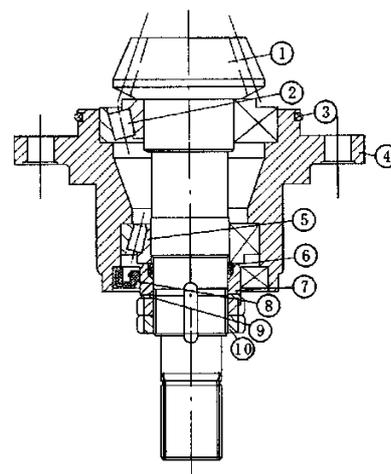

Рис. 6 – 18. Крепление подшипника ведущей конической шестерни передней центральной передачи
Крепление опорного подшипника ведущей конической шестерни передней центральной передач (Рис. 6 — 18) : Необходимо регулировать зазор по оси между подшипниками 7208 (2) и 2007107© в рамке 0.06 ~0.10мм. , при регулировке подшипник не должен с нагрузкой, закрутить маленькую круглую гайку (К), затем обратно раскрутить 1/30~1/50 оборот, закрепить шайбу® с крыльями, руками вращать шестерню©, вращение должно ловко.